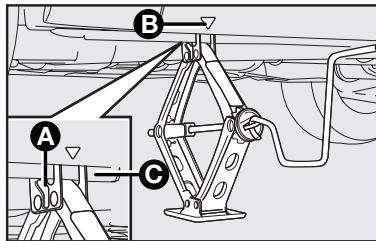

fig. 5
- Coloque el crique en el símbolo ▼ **B-fig. 5** o **6** cerca de la rueda que va a cambiar y asegúrese de que la ranura **A** del crique esté bien introducida en el larguero **C**.